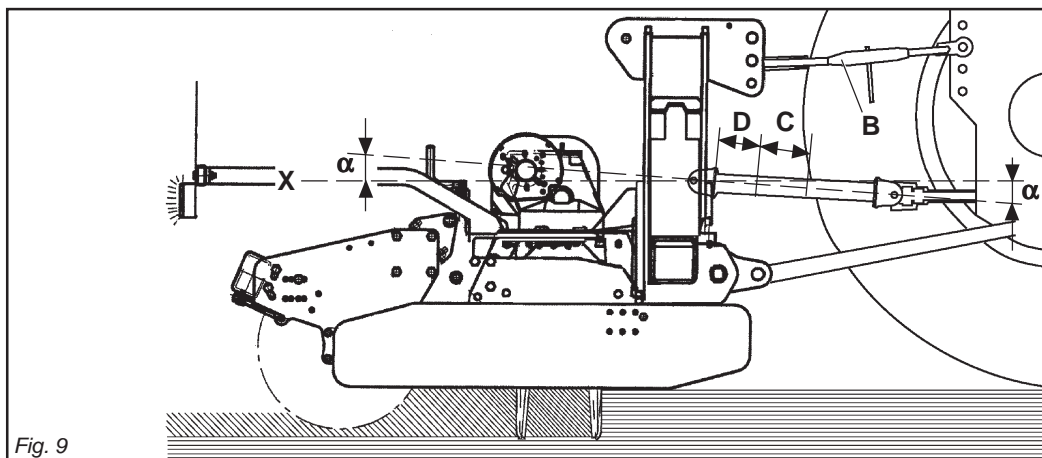
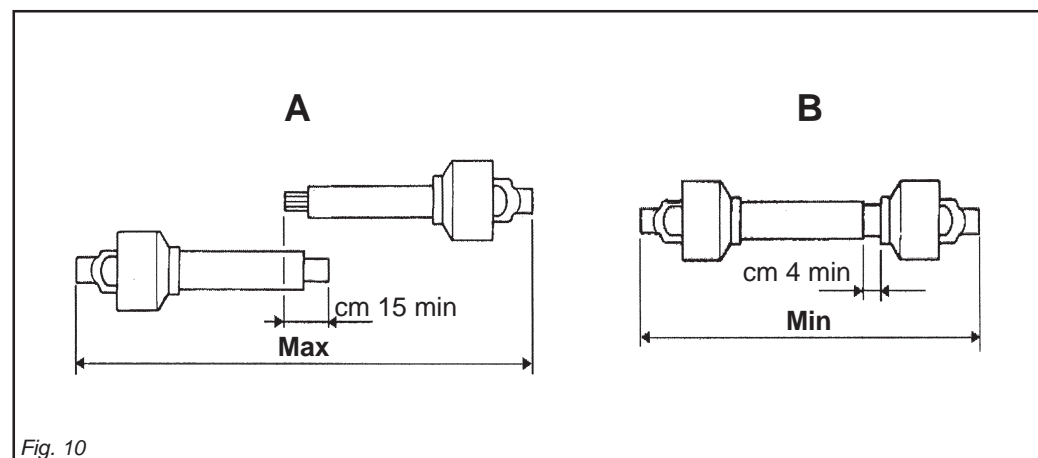

Fig. 9
Fig. 10
L'attacco è corretto quando la macchina è orizzontale in posizione di lavoro. Per fare ciò aumentare o diminuire la lunghezza della barra superiore dell'attacco (B Fig. 9) in modo da portare l'asse (X Fig. 9) della ghiera scanalata della scatola parallela al suolo.
- I due angoli (a Fig. 9) formati dalle assi delle forcelle e l'asse dei tubi scorrevoli saranno uguali e non dovranno superare i 10°.
- La copertura (C Fig. 9) dei tubi scorrevoli deve essere di 15 cm minimo (Fig. 10).
- I due tubi dell'albero di trasmissione a cardano non si devono ricoprire completamente, una corsa di sicurezza (D Fig. 9) di 4 cm minimo deve sussistere.
To achieve this, increase or decrease the length of the top bar of the hitch (B Fig. 9) so as to set the axis (X Fig. 9) of the housing's grooved ring nut parallel to the ground.
- The two angles (a Fig. 9) formed by the fork axes and the axis of the sliding tubes will be equal and must not exceed 10°.
- The sliding tubes (C Fig. 9) must overlap by at least 15 cm (Fig. 10).
- The two tubes of the driveline shaft must not fully overlap. There must always be a safety travel (D Fig. 9) of at least 4 cm.
Um dies zu erhalten, die Länge der oberen Kupplungsstange (B Abb. 9) erhöhen oder verringern, bis die Achse (X Abb. 9) der Keilmutter des Gehäuses parallel zum Boden steht.
- Die beiden Winkel (a Abb. 9), die aus den Achsen der Gabeln und der Achse der Gleitrohre bestehen, müssen gleich groß sein und dürfen auf keinen Fall größer als 10° sein.
- Die Überdeckung (C Abb. 9) der Gleitrohre muss mindestens 15 cm ausmachen (Abb. 10).
- Die beiden Rohre der Gelenkwelle dürfen sich nicht ganz überdecken. Es muss noch einen Sicherheitshub (D Abb. 9) von mindestens 4 cm geben.
Pour obtenir cette condition augmenter ou diminuer la longueur de la barre supérieure de l'attelage (B Fig. 9) de manière à ce que l'axe (X Fig. 9) de la bague cannelée de la boîte soit parallèle au sol.
- Les deux angles (a Fig. 9) formés par les axes des fourches et l'axe des tubes coulissants doivent être identiques et ne doivent pas dépasser 10°.
- La couverture (C Fig. 9) des tubes coulissants doit être au minimum de 15 mm (Fig. 10).
- Les deux tubes de l'arbre de transmission à cardans ne doivent pas se recouvrir complètement, il doit rester une course de sécurité (D Fig. 9) de 4 cm au minimum.
El enganche es correcto cuando la máquina está horizontal en posición de trabajo. Para ello aumentar o disminuir la longitud de la barra superior del enganche (B Fig. 9) en modo de llevar el eje (X Fig. 9) de la tuerca ranurada de la caja paralela al terreno.
- Los dos ángulos (a Fig. 9) formados por los ejes de las horquillas y el eje de los tubos corredizos serán iguales y deberán superar los 10°.
- La cobertura (C Fig. 9) de los tubos corredizos debe ser como mínimo de 15 cm (Fig. 10).
- Los dos tubos del árbol de transmisión de cardán no se deben cubrir completamente, debe quedar una carrera de seguridad (D Fig. 9) de 4 cm como mínimo.
- Gli angoli (a Fig. 9) dei cardani non devono essere superiori a 40° (Fig. 9). Se non si raggiungono questi due risultati:
Quando esso è inserito al massimo, il gioco minimo consentito deve essere di 4 cm (Fig. 10).
- The angles (a Fig. 9) of the drivelines must not exceed 40° (Fig. 9).
When fully inserted, the minimum play must be 4 cm. (Fig. 10).
- Die Winkel (a Abb. 10) der Gelenkwellen dürfen nicht größer als 40° sein (Abb. 10). Wenn man diese Resultate nicht erhalten kann:
Wenn die beiden Teile ganz zusammengeschoben sind, muß das kleinstmögliche Spiel 4 cm ausmachen. (Abb. 10).
- Les angles (a Fig. 10) des cardans ne doivent pas être supérieurs à 40° (Fig. 10).
Quand il est entièrement rentré, le jeu minimum admissible doit être de 4 cm. (Fig. 10).
- Los ángulos (a Fig. 10) de los cardanes no deben ser superiores a 40° (Fig. 10). Si no se presentan estas dos condiciones:
Quando está insertado al máximo, el juego mínimo permitido debe ser de 4 cm. (Fig. 10).